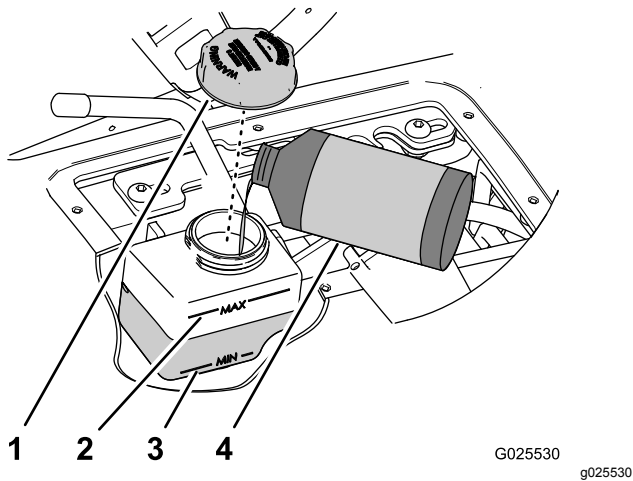

Figura 61
4. Verifique o nível do fluido no reservatório para o cilindro do controlo da velocidade (Figura 61).
- A. Limpe a zona em torno da tampa do reservatório (Figura 61).
- B. Retire a tampa do reservatório (Figura 61).
- C. Adicione o fluido especificado para aumentar o nível até ficar entre as marcas Min e Max na lateral do reservatório (Figura 61).
- D. Coloque a tampa apertando-a à mão (Figura 61).